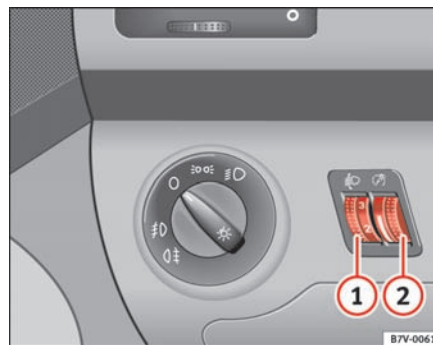

Fig. 72 Instrumentpanel: lyslængderegulering ① og instrument-/kontaktlys ②
Når forlygterne er tændt, kan lysstyrken i instrumenter og knapper reguleres til at passe til dine behov ved at dreje på indstillingshjulet ⇒ fig. 72 ②. ►